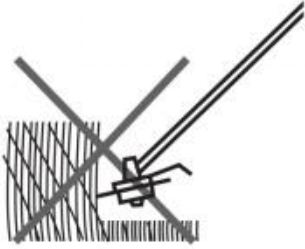

Fig. 46
7. Schneiden Sie längeres Gras schrittweise ab; Schneiden Sie langes Gras nicht in einem Schnitt (Abb. 46).